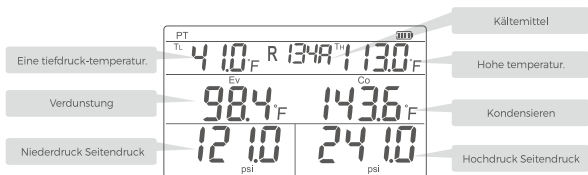

Abbildung 1 Sättigungstemperatur-Untermodus-Schnittstellendiagramm
2. Drücken Sie die Power-Taste, schalten Sie die Maschine ein und geben Sie die Hauptschnittstelle ein (Abbildung 1).
Die Daten werden nach dem Ende der Kältemittелеinstellung gelesen, und die Grenzfläche (Abbildung 1) zeigt den gemessenen Druck, die Temperatur, die Sättigungstemperatur und die Verdampfungstemperatur auf der Hoch- und Niederdruckseite.